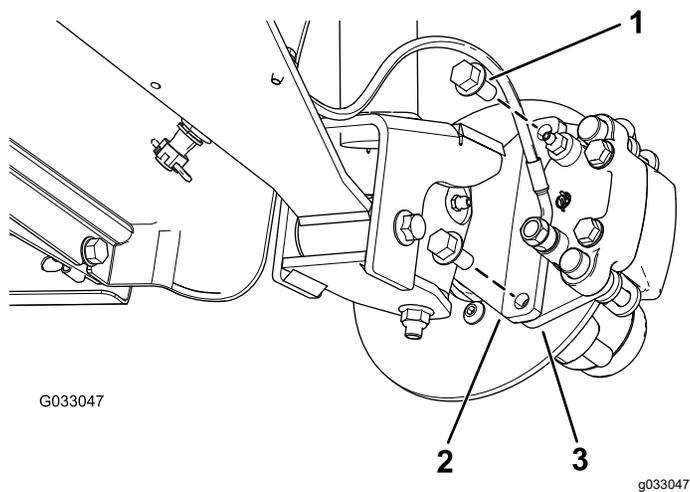
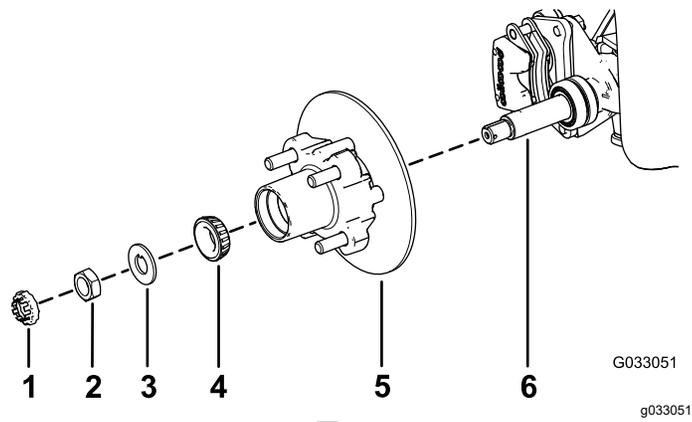

図 29
図 33
3. ブレーキアセンブリ用のブラケットをスピンドルに固定しているフランジヘッドボルト $\frac{3}{8}$ " x  $\frac{3}{4}$ "を外してスピンドルからブレーキを取り外す 図 29。
1. スピンドルに所定のグリスを薄く塗る 図 33。
2. ハブとロータをスピンドルに取り付ける。ロータを内側にすること 図 33。
3. スピンドルに外側ベアリングを取り付けてレースにはめる 図 33。
4. スピンドルにタブワッシャを取り付ける 図 33。
5. スピンドルにスピンドルナットを取り付け、ハブを回してベアリングを着座させながらナットを 15 N·m 1.52 kg·m = 11 ft·lb に締めつける 図 33。
2. ブレーキパッドをロータのそれぞれの側に合わせ 図 29、キャリブラケットの穴と、スピンドルフレームのブレーキ取り付け部の穴を整列させる 図 33。
3. キャリブラケットをスピンドルフレームに固定する 図 29 フランジヘッドボルト  $\frac{3}{8}$ " x  $\frac{3}{4}$ " 2本を使用する。